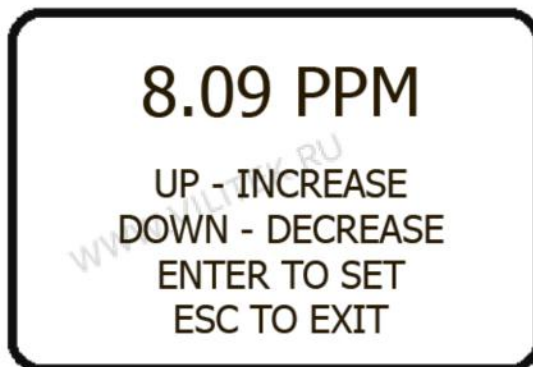

Рис. 17. Экран раздела «SPAN CAL».
4. Выберите опцию «SPAN CAL» (*Калибровка*). При этом откроется экран, показанный на рис. 17.